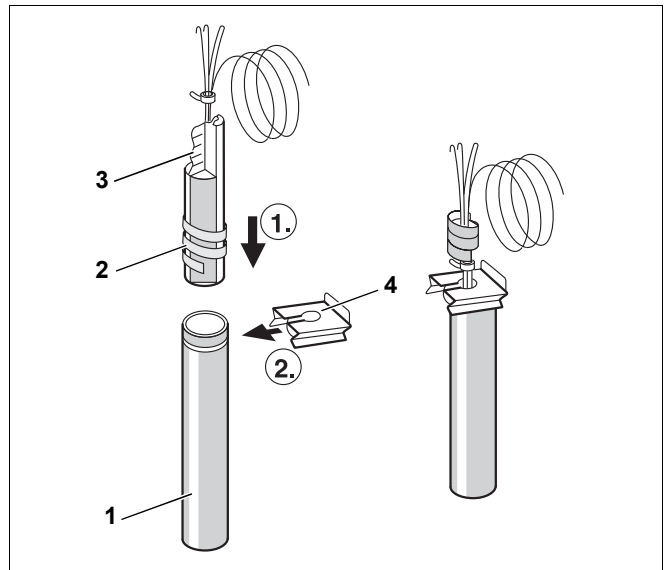

Fig. 3 Montarea senzorului (Figură schematică)
- Atunci când este introdusă, spirala din plastic (Fig. 3, [2]) destinată susținerii senzorului se mișcă automat spre spate. Pentru a asigura contactul dintre teaca de imersie (Fig. 3, [1]) și suprafețele senzorilor și pentru a realiza astfel un transfer sigur de temperatură, trebuie ca resortul de compensare (Fig. 3, [3]) să fie împins între senzori.
- Împingeți siguranța senzorului pe capătul tecii de imersie în sens lateral sau descendent (Fig. 3).